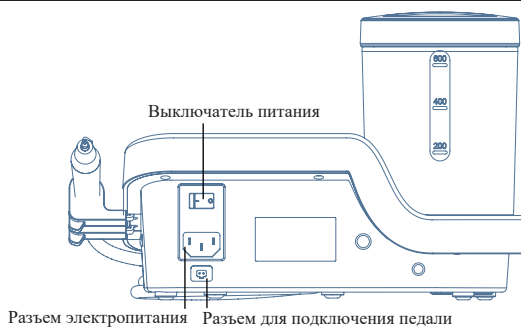

Рисунок 2
- 2.5.4 Наполните резервуар для воды, залив в него необходимое количество жидкости (см. Рисунок 2).